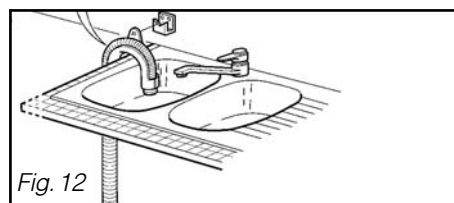

Fig. 12
- Sur le rebord de l'évier en utilisant une crosse en plastique spéciale prévue à cet effet (fournie selon modèle) (Fig. 12).